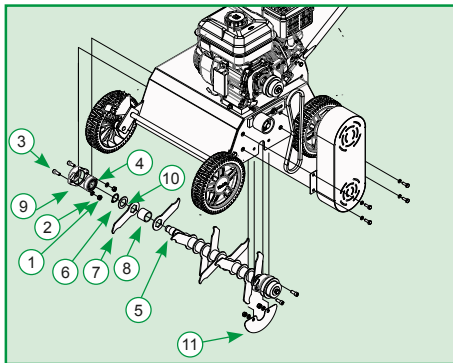

Figura 3
- ✓ A continuación, retire las tuercas (1) y arandela de presión (2) del tornillo (3) que sujeta el cojinete (9) a la base de la máquina. Posteriormente, con un extractor retire el rodamiento (4) del eje (5). Una vez extraído el rodamiento retire el anillo de retención (6), la arandela (10) la cuchilla (7) y el buje (8), así como los demás bujes y cuchillas, como se muestra en la Figura 3.